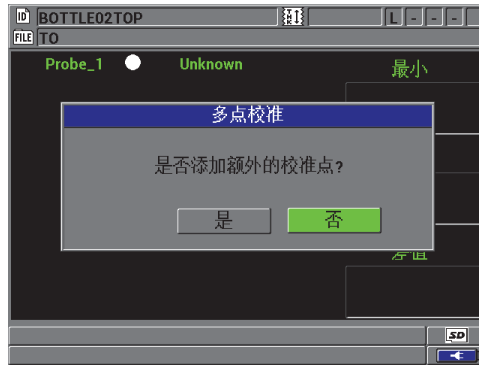

图 4-10 添加额外校准点
7. **额外（多点）校准点**：仪器会询问用户是否要添加额外校准点（参见第 76 页的图 4-10）。选择**否**将完成标准（基本）校准；选择**是**（多点），用户可最多添加 8 个额外校准点。